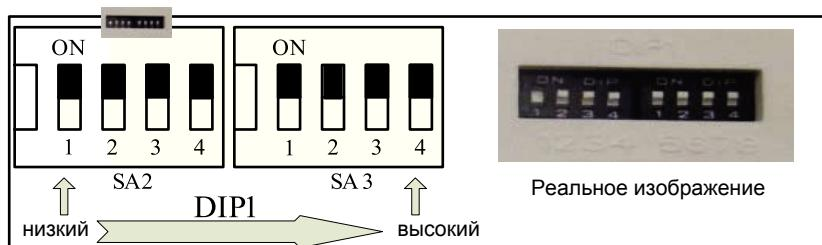

Рис. 6.43 Настройка DIP1
(2) Настройка DIP1
b) Переключатель DIP1 с обозначениями SA2 и SA1 расположен на PCB плате (Рис. 6.43).